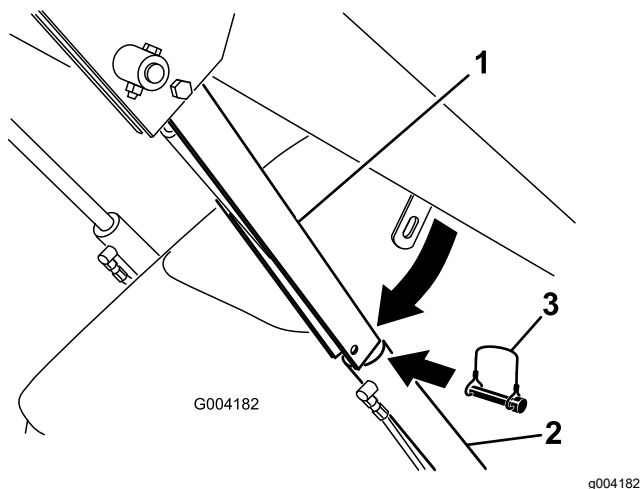

Figura 22
4. Rimuovere l'acciarino che assicura il blocco del cilindro al braccio carcatore (Figura 22).
5. Abbassare il blocco del cilindro sull'asta e fissatelo con l'acciarino (Figura 22).